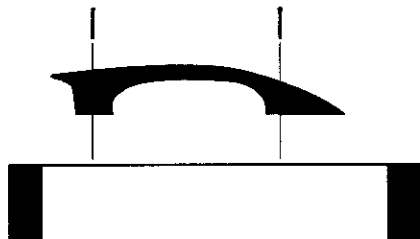

Figura 2. Instalación del Asa
3. Ajustar firmemente ambos tornillos con un desarmador de punta plana. (Ver Figura 2)